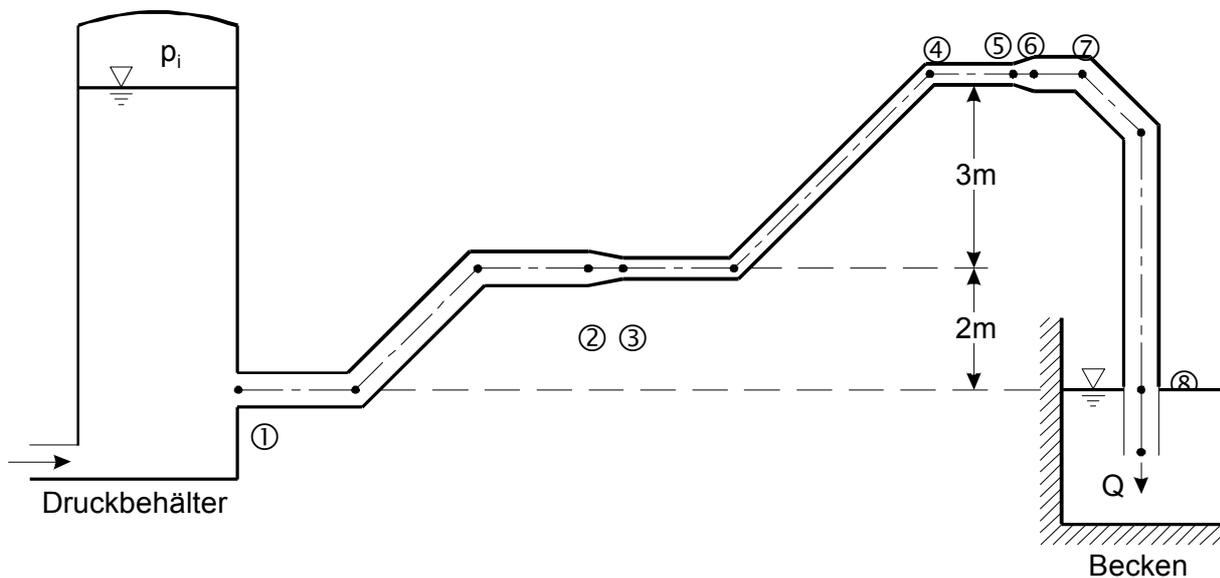

Abb. 5.1: Rohrleitung mit Becken und Druckbehälter
Ein großes Becken wird über eine Rohrleitung durch einen großen Druckbehälter hindurch mit dem konstanten Volumenfluß Q versorgt (Abb. 5.1).
5.1.3 Zeichnen Sie den Verlauf von Drucklinie und Energielinie mit den erforderlichen Maßangaben in Abb. 5.1 ein.